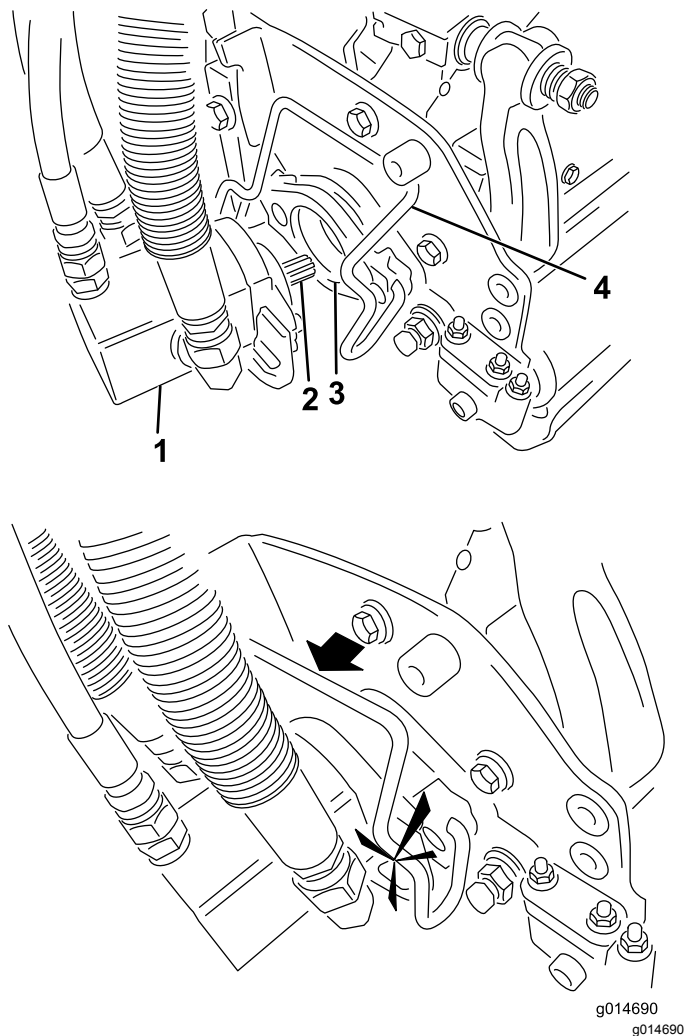

图 48
5. 在滚刀组马达的花键轴上涂抹干净的润滑脂图 48。
6. 将马达插入滚刀组左侧从操作员的位置看并将滚刀组上的马达固定架拉向马达直到听见马达两侧发出“咔哒”的声音图 48。